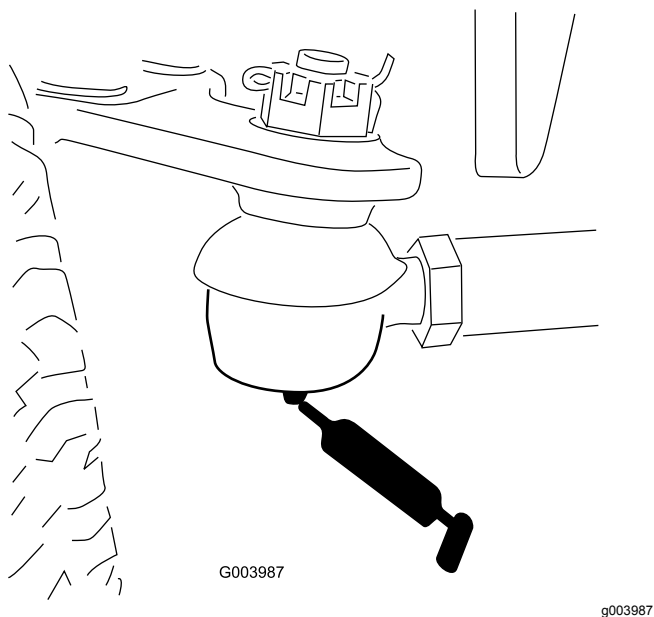

Figure 50
- Bielle de essieu arrière (2)—Figure 50